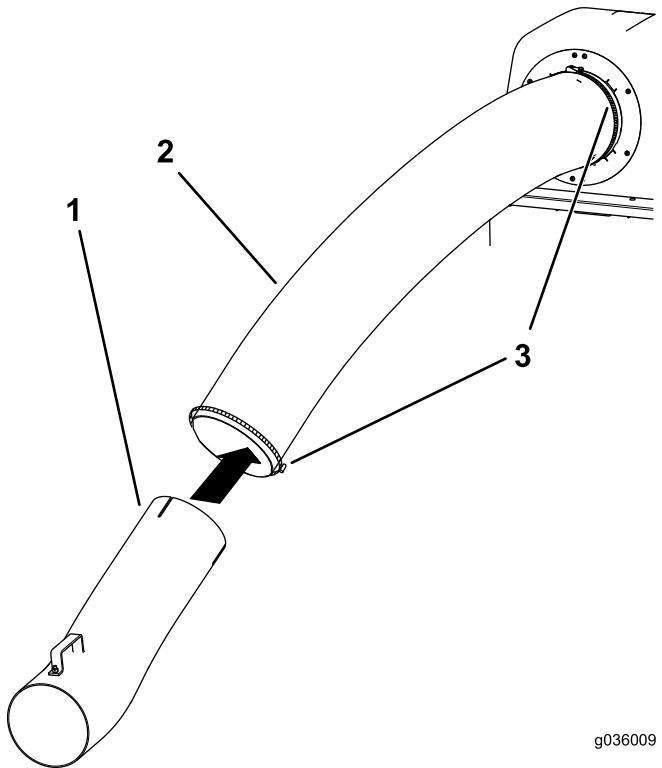

Figura 8
4. Instale o tubo superior no tubo curvo que já está ligado ao capot do soprador e prenda os tubos com uma abraçadeira de tubos (Figura 8).
5. Instale o tubo intermédio no tubo superior (Figura 8).